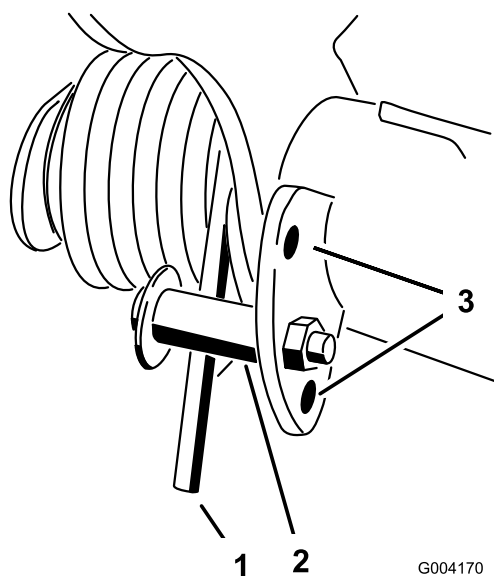

Figura 42
- Coloque un tubo u otro objeto similar sobre el extremo largo del muelle para aliviar la tensión durante el ajuste (Figura 42).
- Para aliviar la tensión del muelle, retire el perno y la contratuerca que sujetan el actuador del muelle al soporte (Figura 42).